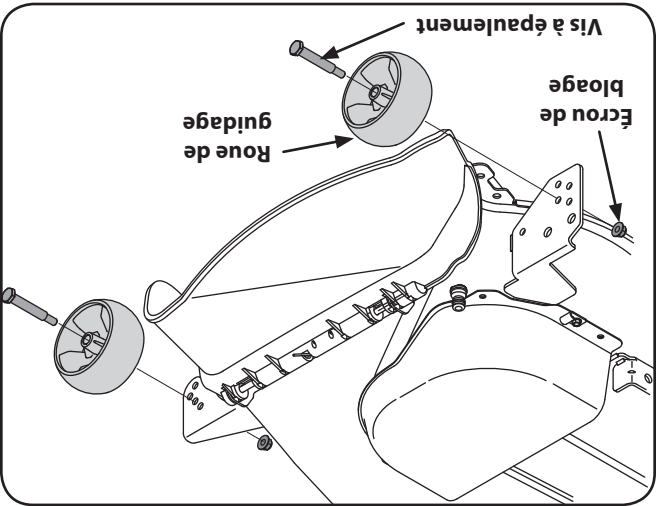

Figure 6-6
- b. Démontez les roues de guidage avant et arrière en enlevant les écrous de blocage et les vis à épaulement qui les retiennent sur le plateau de coupe. Voir la Figure 6-6.